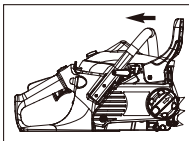

Fig. 3A
2. Asegúrese de tirar hacia atrás de la palanca del FRENO DE CADENA® a la posición DESACOPLADA. (Fig. 3A)